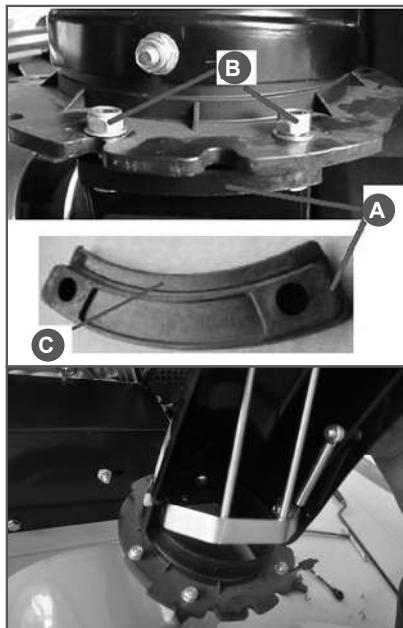

Рис. 11 Установка разгрузочного желоба
Установите желоб для выброса снега на корпус снегоотбрасывателя (Рис. 11) и зафиксируйте его болтами M6x16 (B) и контргайками M6 через прокладки 6.5x12x0.7 (A).